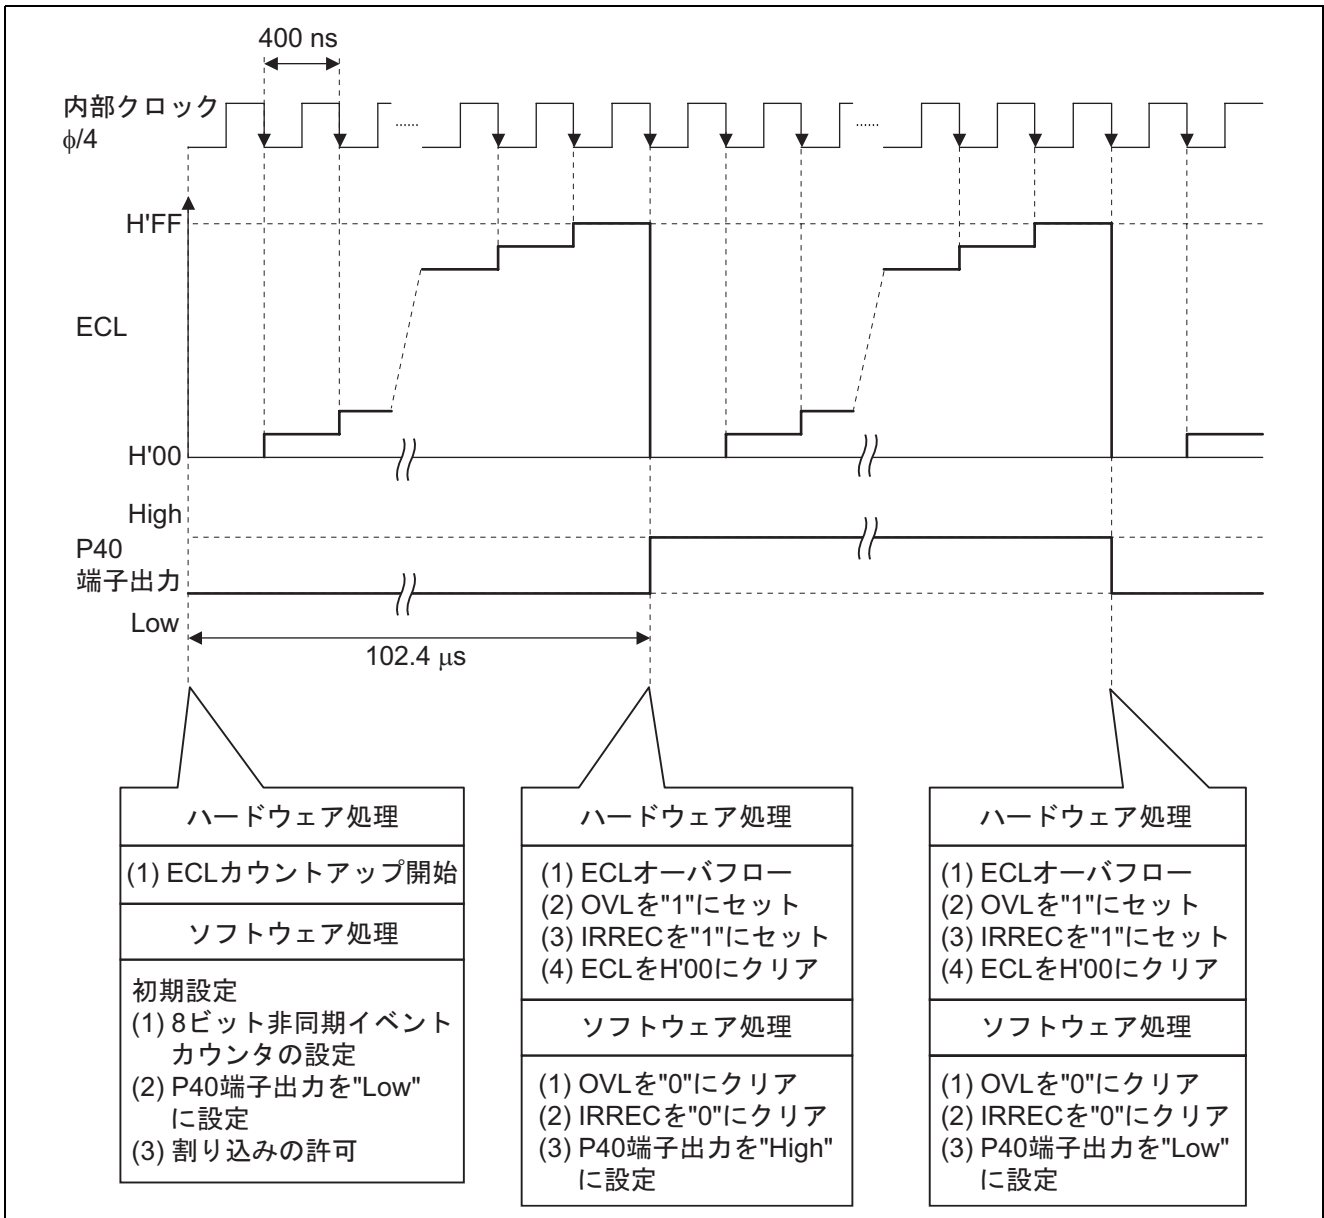

図3 動作説明
- 図3に動作説明を示します。図3に示すようなハードウェア、ソフトウェア処理により、8ビットモードによる非同期イベントカウンタ機能を使用して、内部クロック $\phi/4$ によるイベントカウンタL(ECL)のオーバーフロー周期ごとにP40端子の出力を反転します。